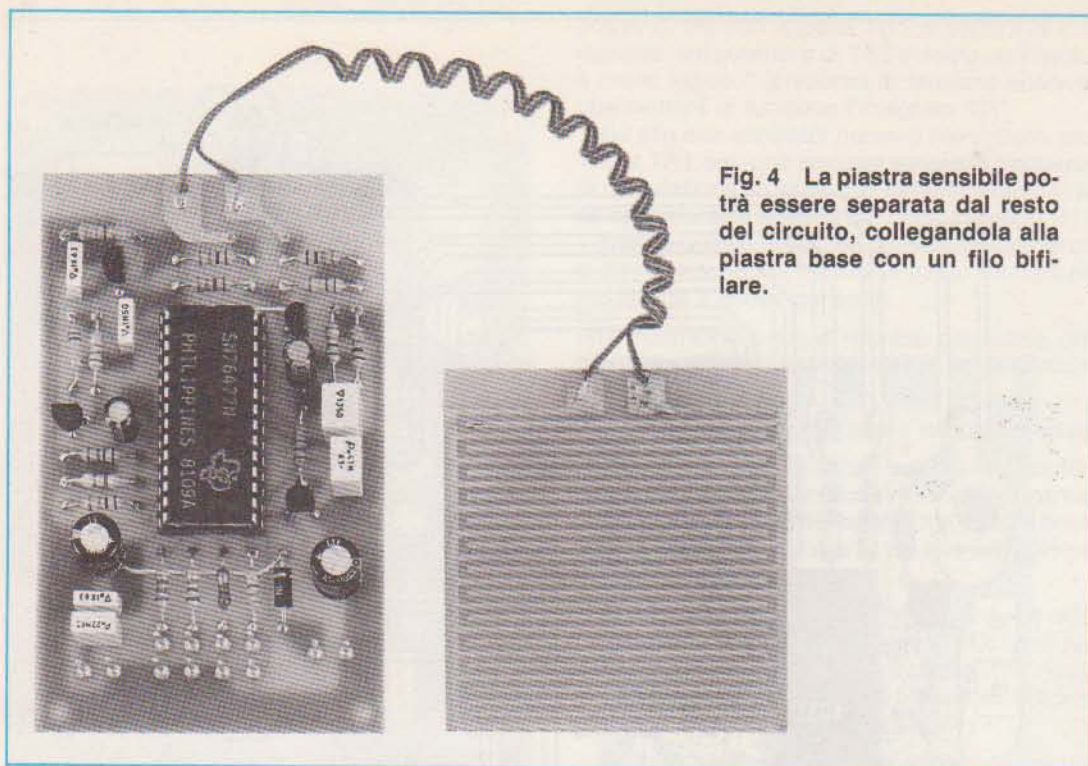

Fig. 4 La piastra sensibile potrà essere separata dal resto del circuito, collegandola alla piastra base con un filo bifilare.
**Fig. 2** Come vedesi in questa foto, il circuito stampato a fori metallizzati è già completo della piastra sensore. Volendo, questa piastra si può separare (vedi fig. 4).